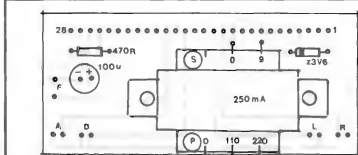

Fig.3
**- FIG. 3 - LAY OUT DO CIRCUITO IMPRESSO ESPECÍFICO** - Em termos puramente "mecânicos", e também na organização posicional dos seus terminais de conexão externa, a plaqueta do projeto se "parece" com a própria placa "mãe" do módulo MA1022 ou MA1023... A idéia é justamente essa, de modo a simplificar ao máximo a inter-conexão... Apesar de um certo rigor nas medidas e posicionamentos, o lay out é muito simples e direto, de fácil execução... A figura mostra o padrão cobreado (em negro, já que as áreas brancas correspondem à superfície do fenolite já "livre" do cobre, após a corrosão...) em tamanho natural (1:1). As duas "cruzeiras" no interior da placa demarcam a furação necessária à fixação do transformador do circuito de "apoio"... A linha de ilhas "quadradinhas", espaçadas em 1/10 de polegada (medido de "centro a centro"), para perfeito "casamento" com o módulo híbrido, terá que ser
mente, o ponto mais importante das conexões externas, referem-se ao acoplamento com o módulo MA1022 ou MA1023... Notar que os 28 pontos de ligação (ilhas/furos) existentes tanto na placa quanto no módulo "casam" direitinho... Entretanto, nem todos os pontos são eletricamente aproveitados... Apenas aqueles correspondentes às ilhas cobreadas com real conexão às trilhas (rever fig. 3) precisam ser soldados entre si, através de pequenos "L" de fio rígido e nú... Nada impede, contudo, que mesmo ilhas/furos não "eletricamente necessários" sejam também inter-conectados com os "L" de fio, com o que maior rigidez mecânica será concedida ao conjunto... Observar que a face dos **displays** da placa do módulo híbrido deve ficar voltada "para fora" do conjunto... Usando-se fios rígido de calibre 20 a 24 nos "L" de inter-conexão eletro-mecânica, haverá sempre uma certa "flexibilidade" final no conjunto das placas, permitindo um "acerto posicional" para dar ângulo correto à montagem, o que facilitará a acomodação final na caixa escolhida...